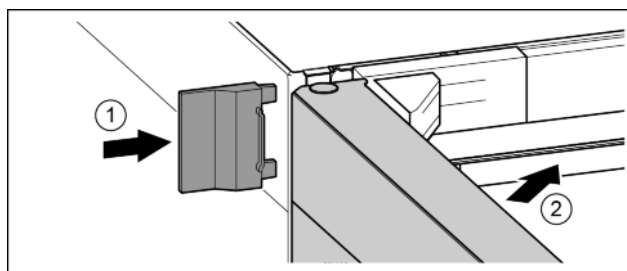

Fig. 23
- Wsunąć zewnętrzną osłonę. Fig. 23 (1)
- Zamknąć górne drzwi. Fig. 23 (2)